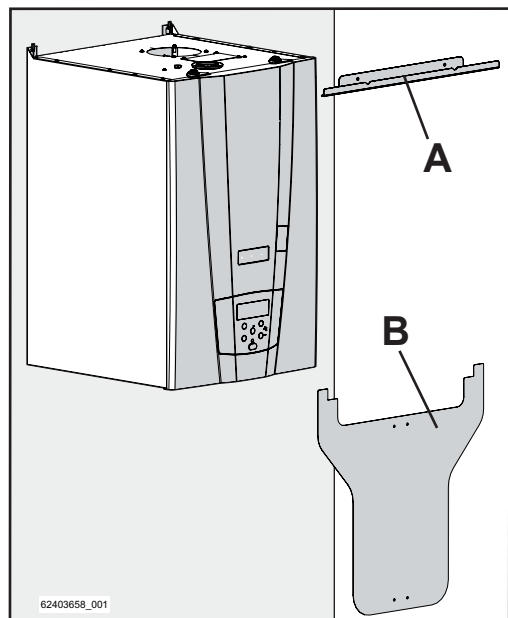

Figure 5-61
- 1.- Positionner l'étrier de fixation supérieur « A » et le gabarit de centrage « B » au mur, comme il est indiqué dans les Figures 5-61 et 5-62;